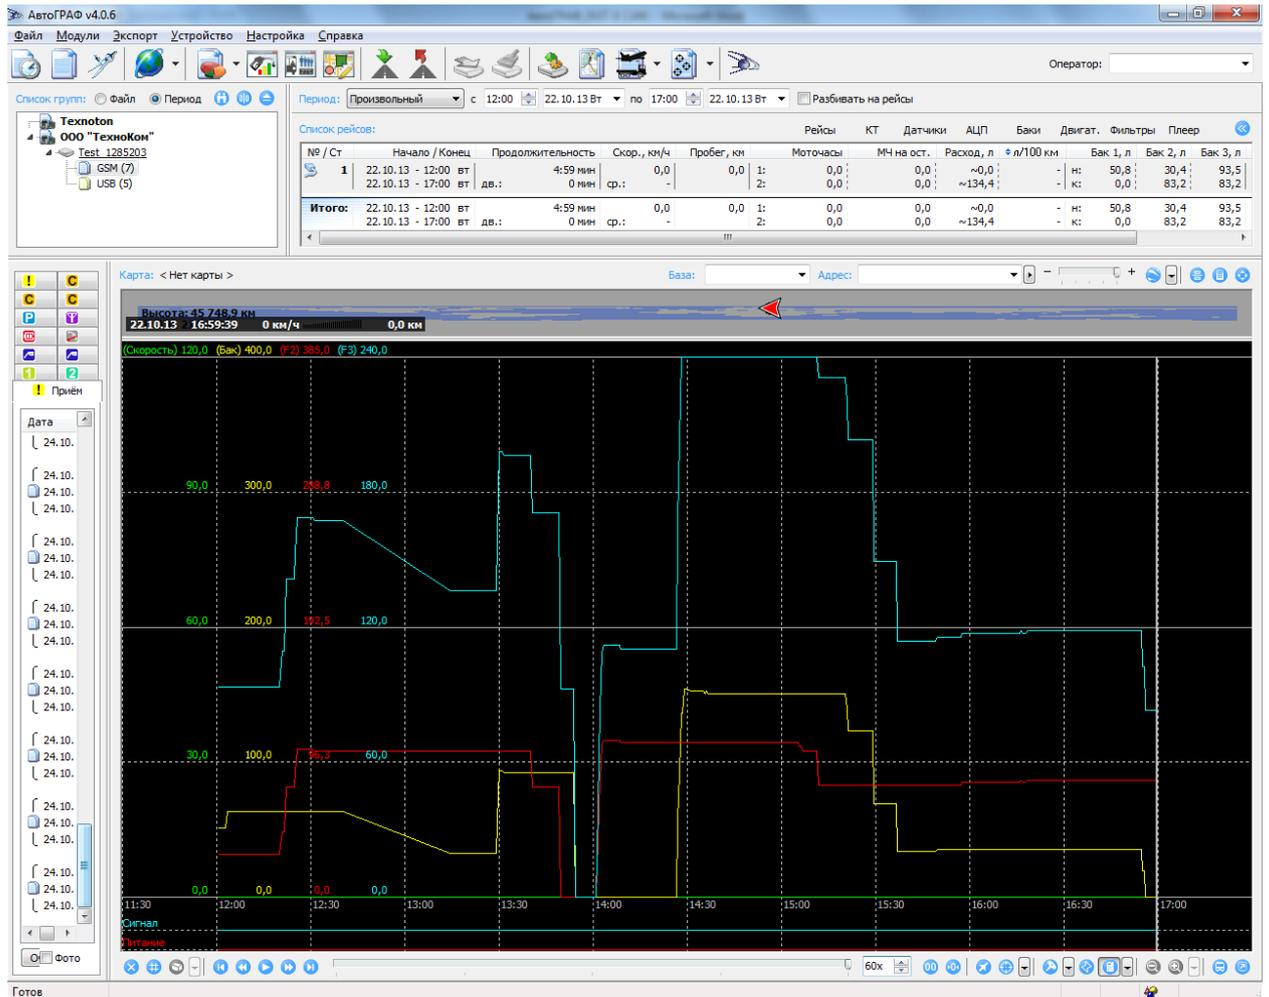

Рисунок 14
4.1.1. Отображение уровней топлива и графиков в аналитическом ПО АвтоГРАФ (Рис. 14):